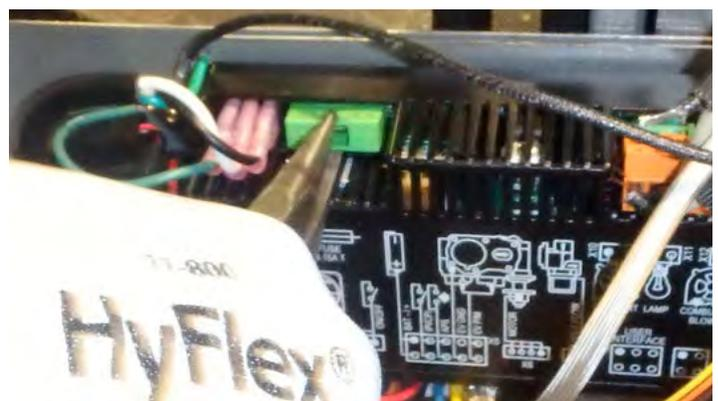

Figure 20.7.02:
5. Utilisez une pince pour retirer délicatement le fusible du panneau de contrôle. Voir la **Figure 20.7.02**.